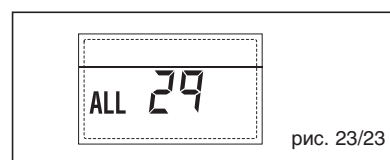

рис. 23/23
**– НЕПОЛАДКА ДАТЧИКА ВОЗВРАТА НА ОТОПЛЕНИЕ “ТРЕВ. 30” (рис. 23/24)**